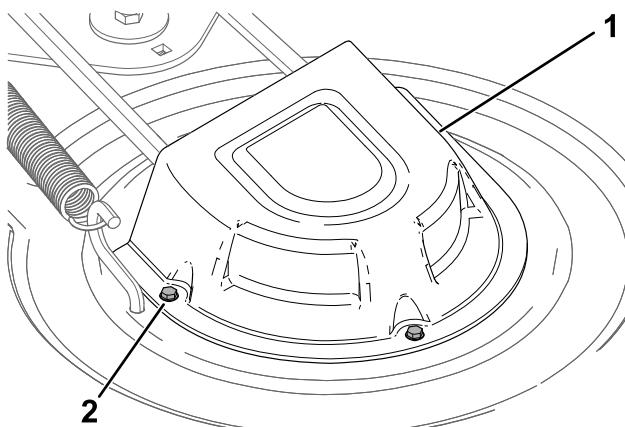

Рисунок 55
- Ослабьте винты и снимите крышки шкивов (Рисунок 55).